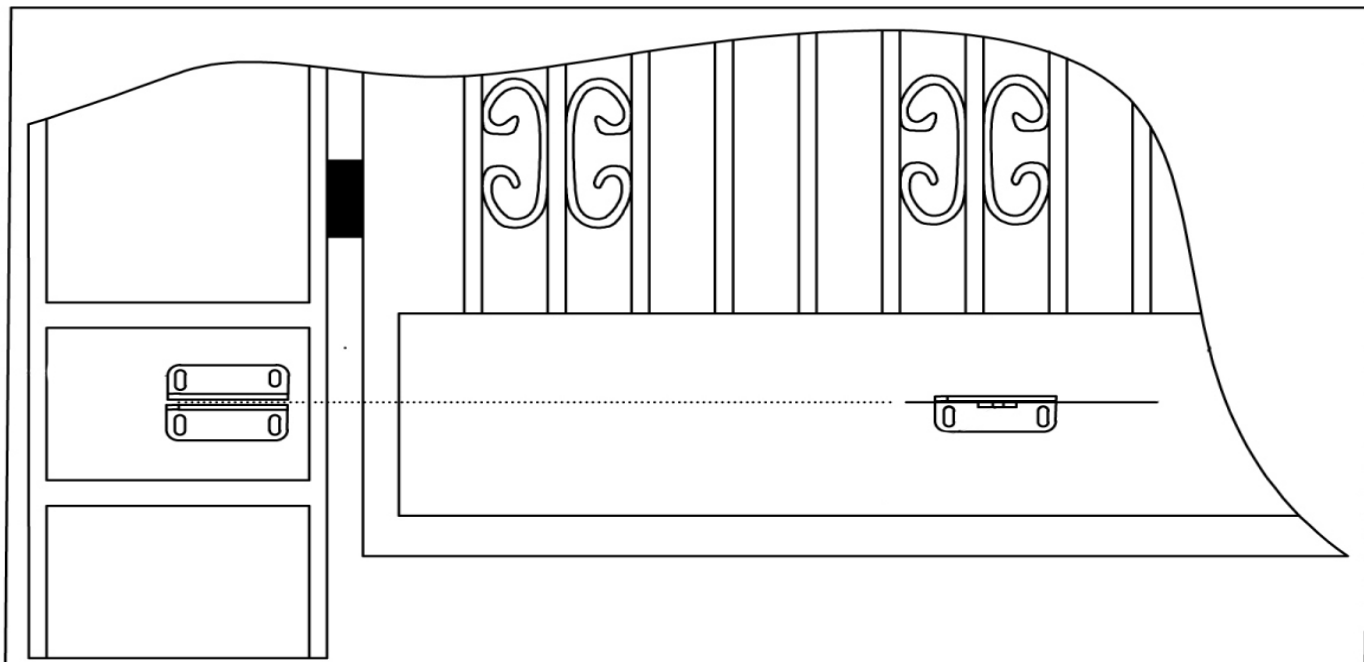

Рис. 5 Установка переднего кронштейна привода
- Выдержав монтажный размер L, закрепите переднее крепление на створке. Крепление можно прикрутить или приварить к створке. Установку проверяйте уровнем. Убедитесь, что высота заднего и переднего кронштейна находятся на одном уровне. (Рис. 5)